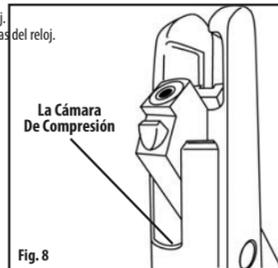

Fig. 8
- a. Aplique una gota de RMCOIL de Crosman (disponible en crosman.com) en la cámara de compresión (Fig. 8).